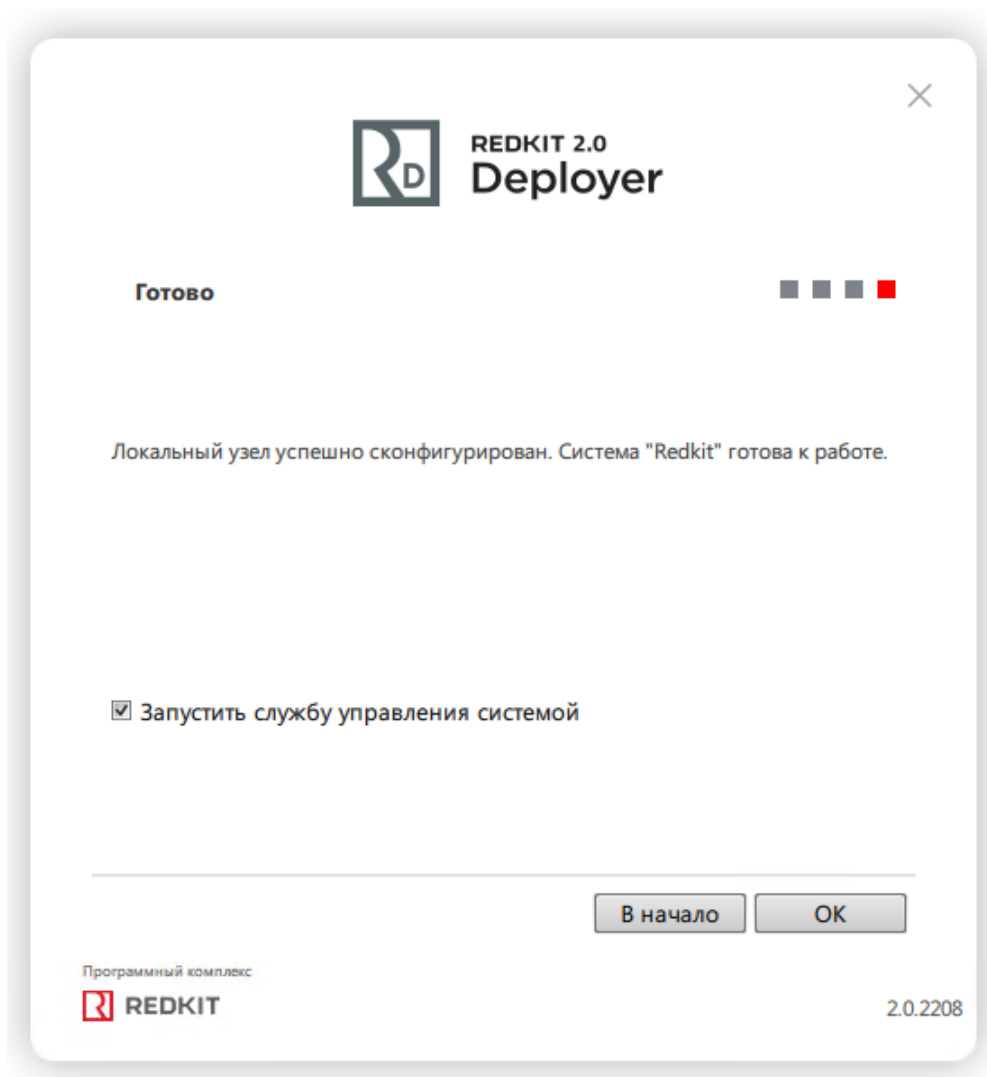

Рисунок 60 - Завершение конфигурирования
8. Отметьте чекбокс у команды **Запустить службу управления системой** и нажмите **ОК** (Рисунок 60).